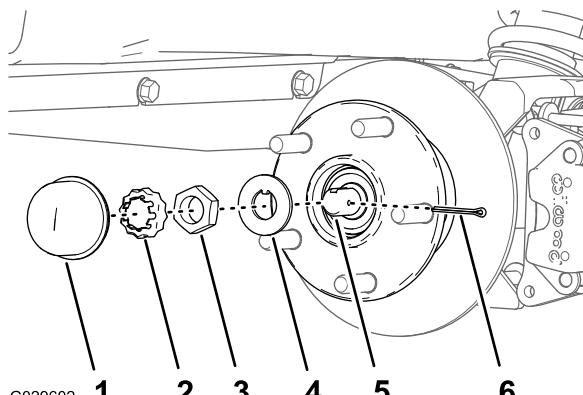
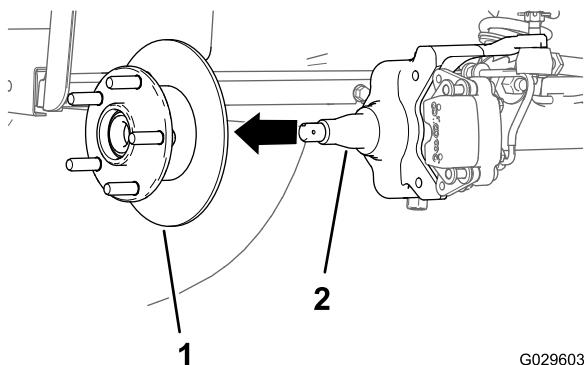

Figura 29
Figura 30
4. Retire el tapón guardapolvo del cubo (Figura 29).
- Retire la chaveta y el retén del eje/tuerca del eje (Figura 29).
- Retire la tuerca del eje, y separe el conjunto de cubo y rotor del eje (Figura 29 y Figura 30).